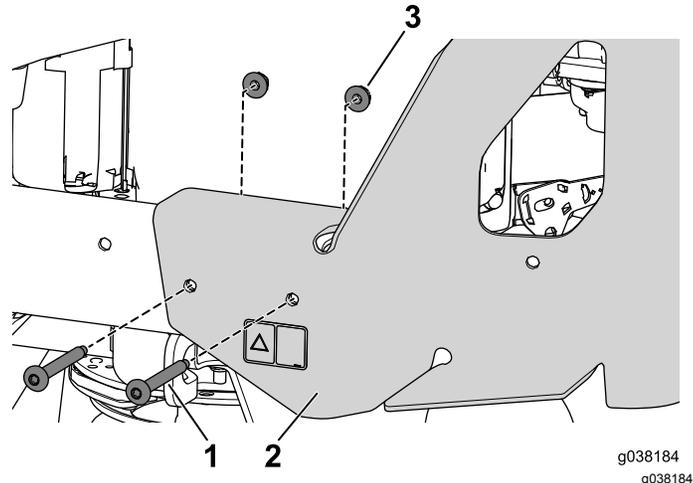

Bild 11
- Entfernen Sie die Schrauben und Muttern, mit denen die linke Seite der hinteren Schutzvorrichtung am Rahmen befestigt ist (Bild 11).